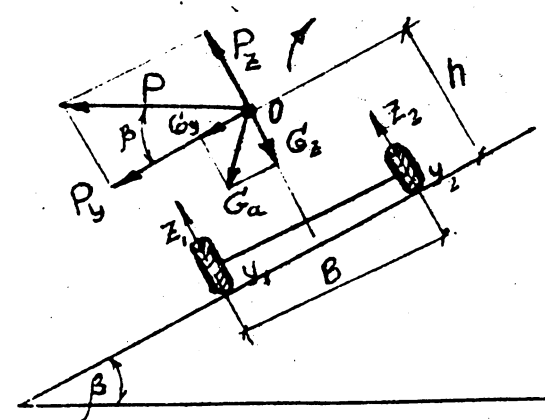

Рисунок 2.1. Расчетная схема
2.1. Определить боковую силу, действующую на автомобиль ЗИЛ-431410, если он движется со скоростью 15 м/с (см. рисунок 2.1.):